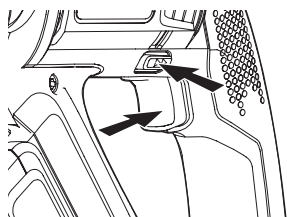

Fig. 9
1. Pour une rotation en marche avant, relâchez la gâchette [5] et poussez le commutateur vers la gauche de l'outil (par rapport à vous) (Voir Fig. 9).
2. Pour la marche arrière, mettez le commutateur [6] à droite (par rapport à vous) (Voir Fig. 9).